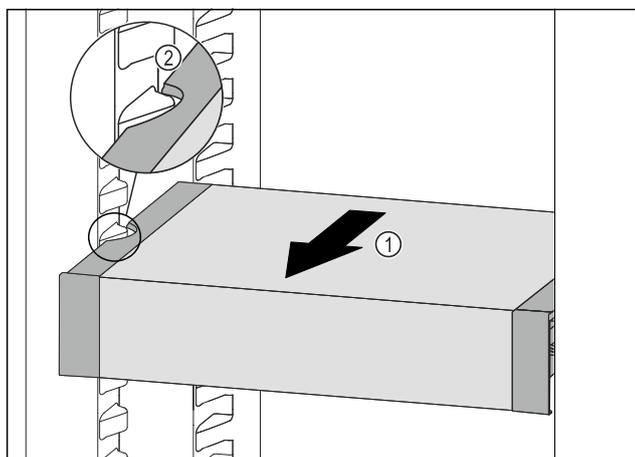

Fig. 68
▶ Tire del VarioSafe hacia delante Fig. 68 (1) hasta que los huecos laterales del VarioSafe se encuentren a la altura de la nervadura del recipiente en el compartimento del frigorífico. Fig. 68 (2)